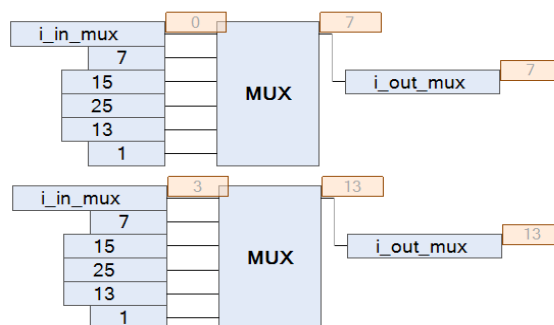

Рисунок 2.30 – Оператор «Мультиплексор»
**Мультиплексор.** Мультиплексор – это устройство с ячейками памяти, в которых хранится информация, в зависимости от выбора ячейки может передаваться на исполнительное устройство. В своей первоначальной структуре мультиплексор имеет 4 входа (один управляющий, три – хранящие данные) и один выход (рисунок 2.30). Верхний вход является управляющим входом, имеющий тип данных INT, который в свою очередь указывает на регистр (ячейку памяти), в которой хранится информация (порядок регистров начинается с «0»). Последующие входы являются ячейками памяти (регистрами), в которых хранится необходимая информация. Типы данных входных элементов (регистров) и выходного элемента должны совпадать.